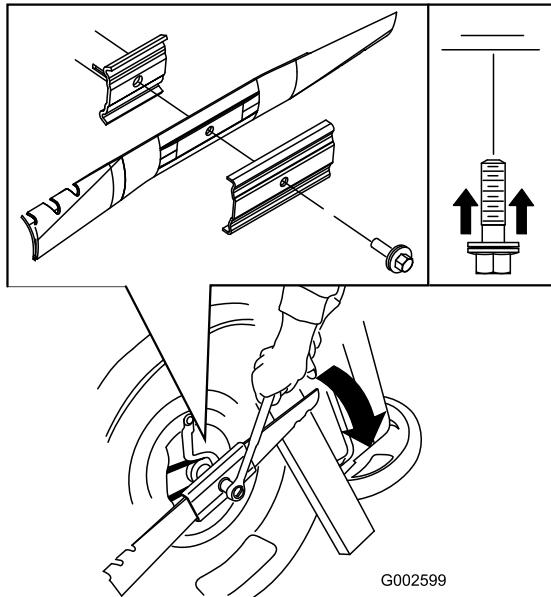

Figura 32
- Montate la lama nuova (ruotate il bullone della lama in senso orario) e tutti gli elementi di fissaggio (Figura 32).